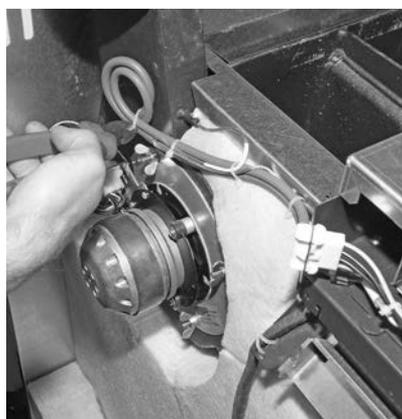

Fig. 28 Tagliare la fascetta per cavi
- Tagliare la fascetta per cavi sul cavo del ventilatore - Fig. 28.